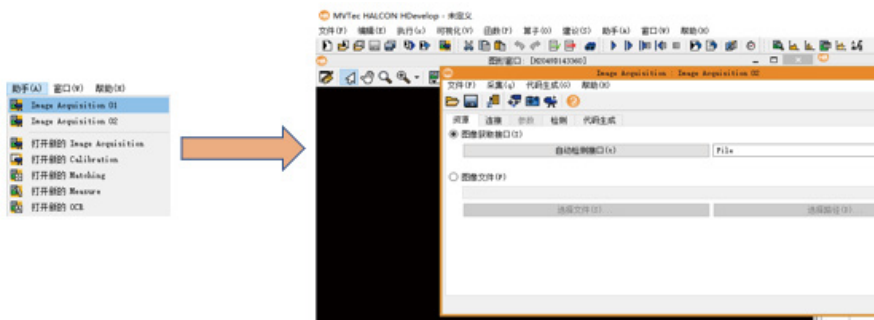

图3.75 Acquisition 01界面1
②左击【助手(A)】,左击【打开新的Image Acquisition】,进入Image Acquisition Z界面,如图3.75。